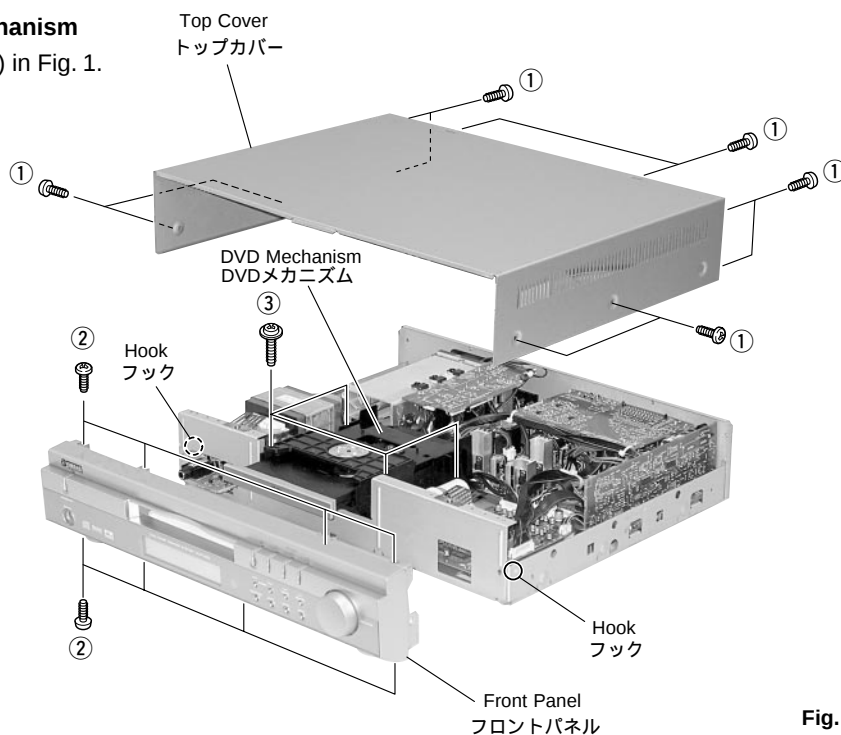

Fig. 1
- Remove 10 screws (①) in Fig. 1.
- Remove the Lid in Fig. 1.
- Remove 8 screws (②) in Fig. 1.
Remove 4 screws (③) in Fig. 1.
- ①のネジ10本を外します。(Fig. 1)
- ②のネジ8本を外します。(Fig. 1)
- フック2ヶ所を外し、フロントパネルを前方に外します。(Fig. 1)
- ③のネジ4本を外します。(Fig. 1)